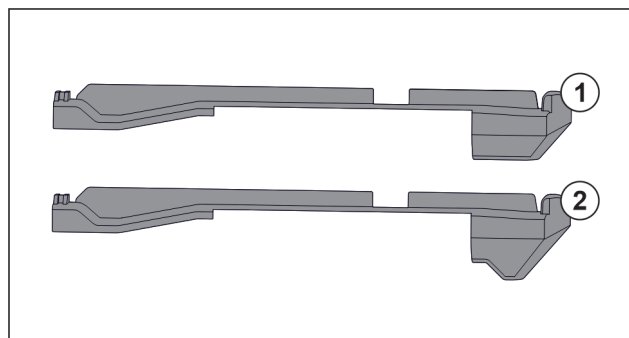

Fig. 124 Sammenligning av påsettsingsdeler
I apparatet finnes to ulike påsettsingsdeler. Påsettsingsdel over en nederste skuffen Fig. 124 (2) har en trekantet kant. Alle andre påsettsing Fig. 124 (1) har en rett kant.
- Anbring påsettsingsdel Fig. 124 (2) med trekantet kant over nederste skuff.
- Anbring påsettsingsdel Fig. 124 (1) med rett kant til alle andre steder.